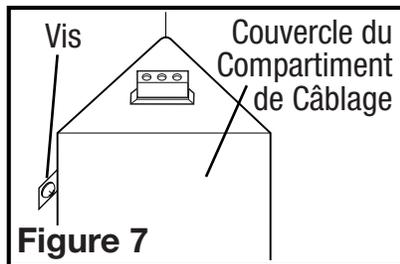

Figure 7
- Compartiment de Câblage Intérieur :** enlever les vis retenant en place l'assemblage de la soufflante et soulever pour sortir l'assemblage hors du châssis (Figure 6). Enlever la vis du couvercle du compartiment à câblage et mettre ce couvercle dans un endroit fiable (Figure 7).